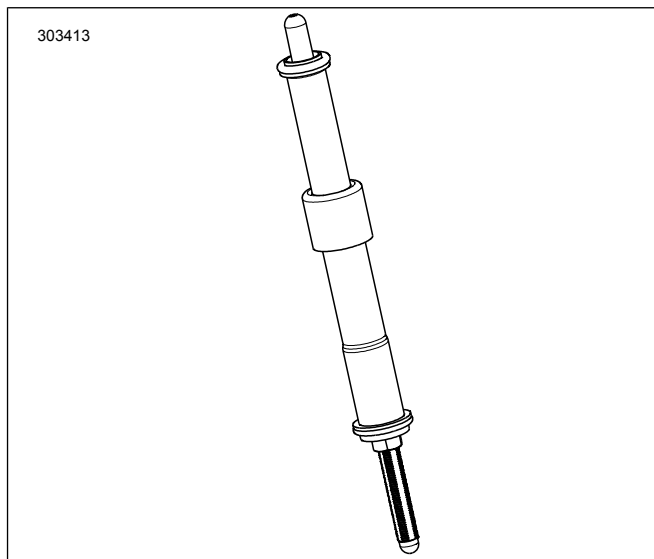

図2. プッシュロッドカバーに取り付けたプッシュロッド
7. 図2を参照してください。インテークプッシュロッドをプッシュロッドカバーに取り付けます。